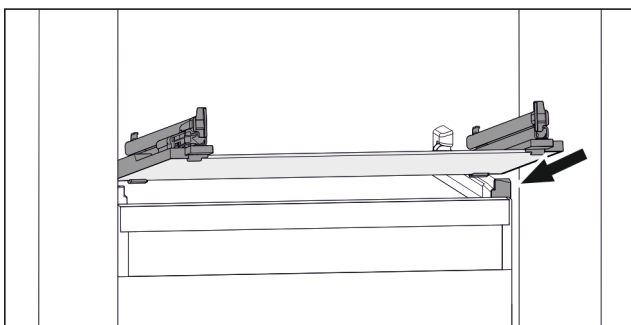

Fig. 122 Rappresentazione esemplificativa del ripiano in vetro
- ▶ Applicare il ripiano in vetro obliquamente dietro i fermi. (vedere Fig. 122)